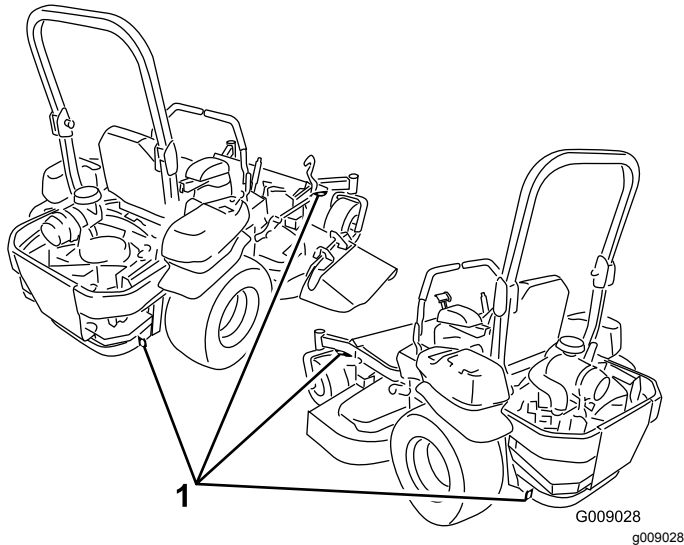

Figura 42
5. Utilice los puntos de amarre metálicos de la máquina para sujetar la máquina firmemente al remolque o al camión con correas, cadenas, cables o cuerdas (Figura 42).